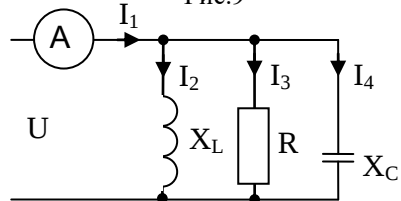

Рис.11
10. В схеме рис.11 $I_1 = 2 \text{ А}$; $I_2 = 5 \text{ А}$; $I_4 = 5 \text{ А}$. Определить ток I_3 .
11. В схеме рис.11 $I_1 = 8 \text{ А}$; $I_2 = 2 \text{ А}$; $I_4 = 2 \text{ А}$; $R = 6 \text{ Ом}$. Определить напряжение на входе.
12. В схеме рис.11 резонанс токов. Как изменятся I_1, I_2, I_3, I_4 при увеличении емкости конденсатора?
13. Как изменятся токи в схеме рис. 11 при отключении конденсатора?